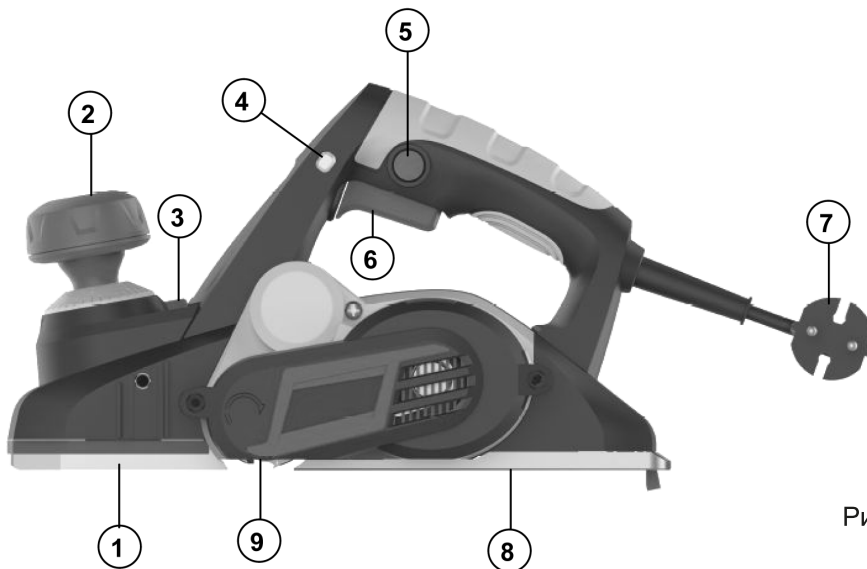

Рис. 1
**Для включения инструмента** нажмите сначала кнопку блокировки выключателя 5 (Рис.1) и не отпуская ее нажмите на выключатель 6 (Рис.1). После того, как выключатель будет нажат, кнопку блокировки выключателя можно отпустить.
**Для выключения инструмента** отпустите выключатель 6 (Рис.1).
Глубина строгания устанавливается в пределах от 0 до 3 мм с шагом 0,1 мм. Для изменения глубины строгания нажмите кнопку блокировки ручки установки глубины строгания 3 (Рис. 1) и не отпуская ее поверните ручку установки глубины строгания на нужную цифру, ориентируясь по шкале и указателю.
- Установите ручку регулировки глубины строгания 2 (Рис.1) в положение «0».